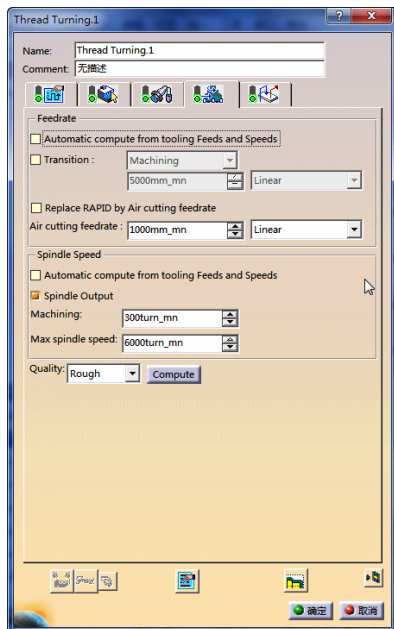

图 6-163 进给率参数选项卡（10）
4) 定义进给率。单击“Thread Turning.1”对话框中的，切换到进给率参数选项卡（10），如图 6-163 所示。